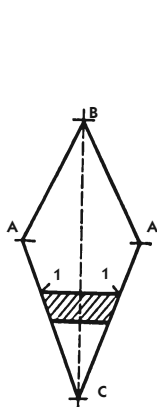

Рис. 704
4. **Ластовица.** Рассмотрите ластовицу и ее подгиб (рис. 704).